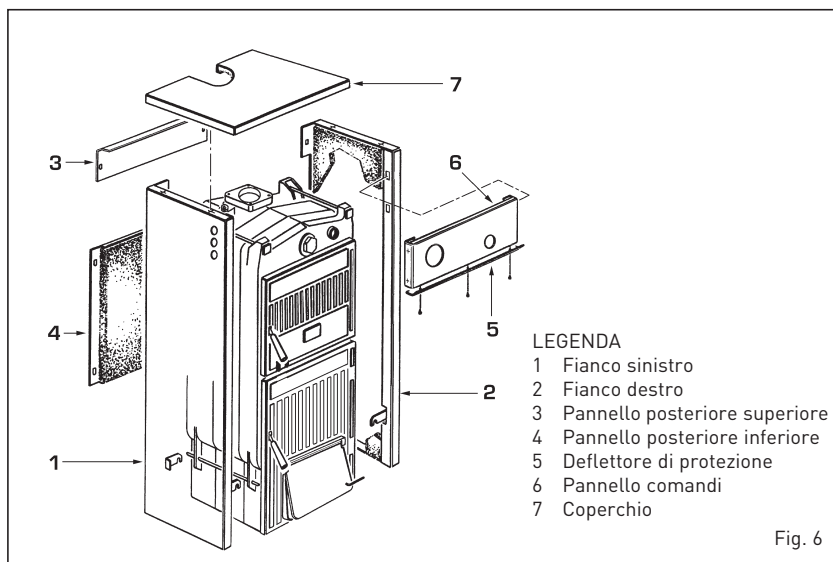

Fig. 6
Il montaggio dei componenti del mantello va eseguito nel seguente modo (fig. 6):
**ATTENZIONE: Per poter fissare la leva con catenella nel supporto del regolatore è necessario togliere il deflettore in alluminio montato sul quadro di comando svitando le tre viti che lo fissano (fig. 6).**